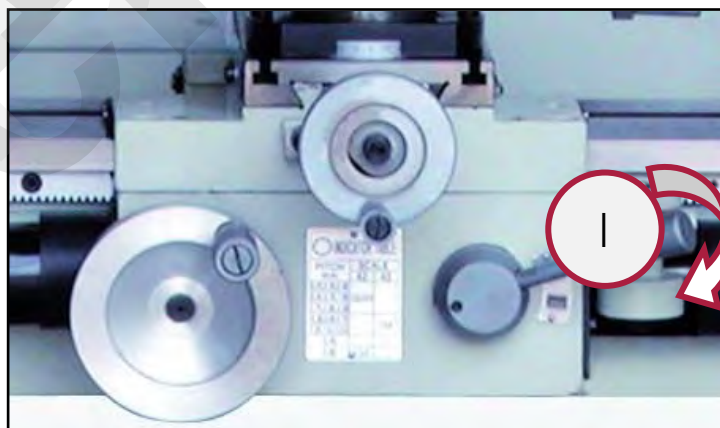

Figura 18 – Leva degli avanzamenti.
4. **Abbassare la leva di selezione dell'avanzamento automatico** (rif. **I** in Figura 18) per ingranare lo spostamento del carrello per le operazioni di filettatura.